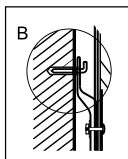

Рис. 7
2. Определите точки для отверстий под распорные болты с крюками (определяются в соответствии со спецификацией прибора, который вы выбрали). Просверлите в стене два отверстия соответствующей глубины с использованием сверла, подходящего по размеру под распорные болты, прилагаемые к водонагревателю, вставьте винты, поверните крюк вверх, плотно затяните гайки и затем повесьте электрический водонагреватель на эти крюки (см. Рис.7).